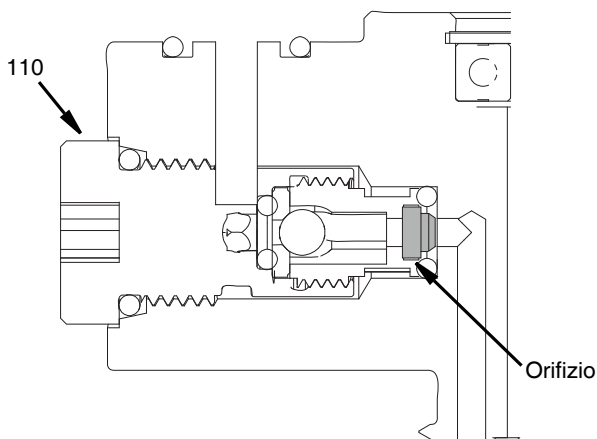

FIG. 11
1. Con una chiave a brugola da 5 mm, rimuovere il corpo della valvola di ritegno (110).
2. Posizionare l'orifizio nel fermo dell'orifizio della valvola di ritegno come mostrato nella FIG. 11.